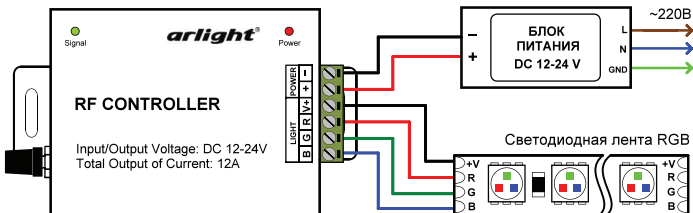

Рис.1. Схема подключения.
- 3.4. Подключите светодиодную ленту или другой светодиодный источник света к выходу **LIGHT** контроллера, соблюдая полярность и порядок подключения проводов RGB (Рис.1).